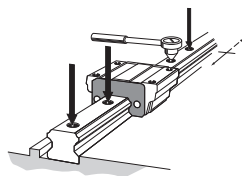

图10 全锁紧装配螺栓
(4) 使用扭矩扳手,将装配螺栓按规定的扭矩拧紧。(请参照图10B1-101、表1和表2)